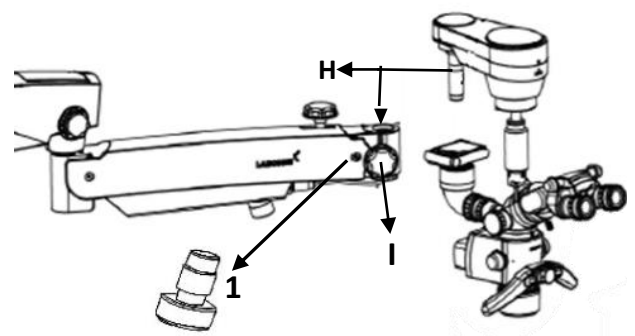

Fig. 31
8. Ouvrez une autre boîte et sortez l'ensemble de support ABA. Voir la figure 31
- Insérez l'arbre du bras d'équilibrage automatique (ABA) (H) dans le bras de suspension.
- Verrouillez le bras d'équilibrage automatique (ABA) avec le bouton fileté (I).
- Assurez-vous que la vis de sécurité (1) est installée et serrée.